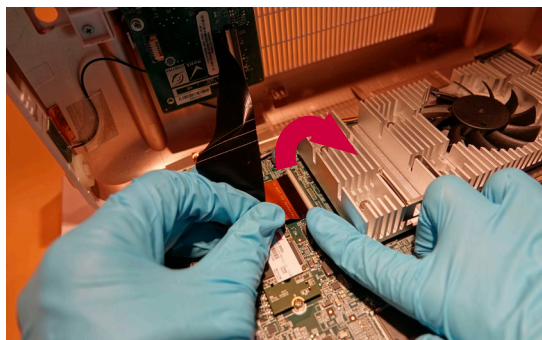

Рис. 11. Отсоединение кабеля FPC
- j) **Отсоедините кабель FPC (рис. 11)**